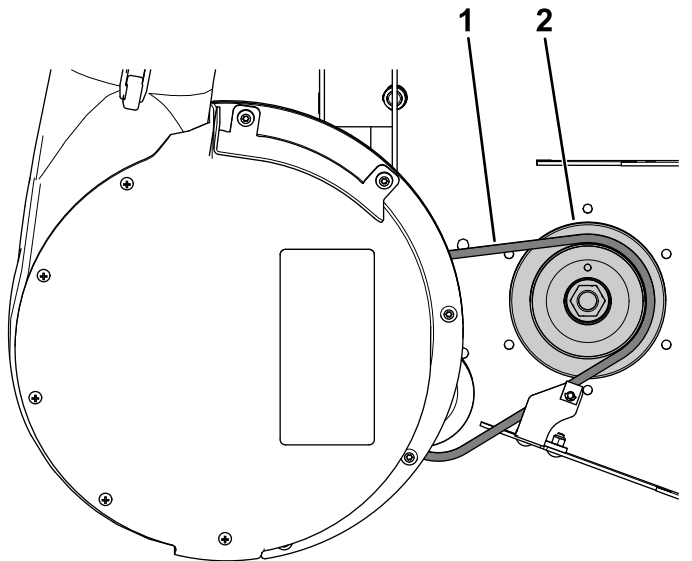

Bild 47
1. Ziehen Sie die gefederte Spannscheibe zurück und verlegen den Gebläseriemen um die Antriebsscheibe (Bild 47).